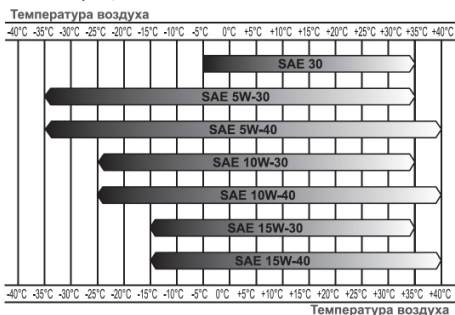

Рис. 9 Определение вязкости масла
4. Аккуратно вытащите щуп и осмотрите его. Уровень масла должен соответствовать верхней отметке на щупе. При недостаточном уровне масла в картере необходимо долить чистое масло до верхней отметки на щупе, что соответствует нижней кромке заливного отверстия (Рис. 9). После окончательной проверки, плотно закрутите крышку-щуп.